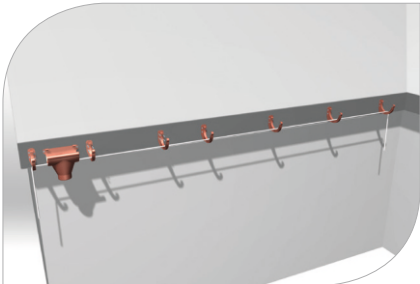

рис. 11
- 3.4 Согласно уровню веревки определите позиции и смонтируйте остальные кронштейны, сохраняя промежуток 60 см между ними(рис. 11)